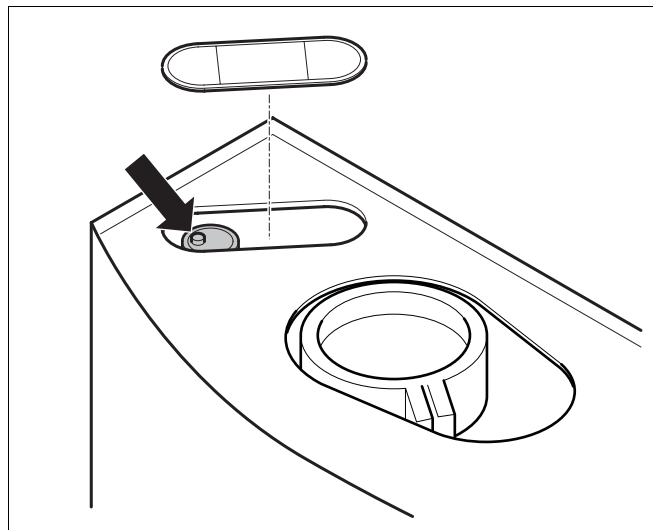

Fig. 15 Purgeur automatique
- Retirer le capot et visser d'un tour le chapeau de protection sur le purgeur automatique (fig. 15).